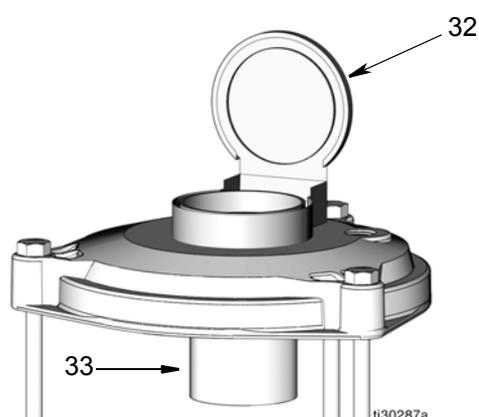

FIG. 6
1. Aprire il tappo di riempimento dell'olio (32) ubicato nella parte superiore del serbatoio.
**NOTA:** Un filtro (33) installato sul tappo di riempimento dell'olio (32) protegge il lubrificante dai contaminanti (FIG. 6).
- a. Prima di riempire il serbatoio, ispezionare il filtro (33).
- b. Se necessario, rimuovere il filtro (33) e pulirlo accuratamente.
- c. Se rimosso al punto b, rimontare il filtro (33) prima di rabboccare con il lubrificante.